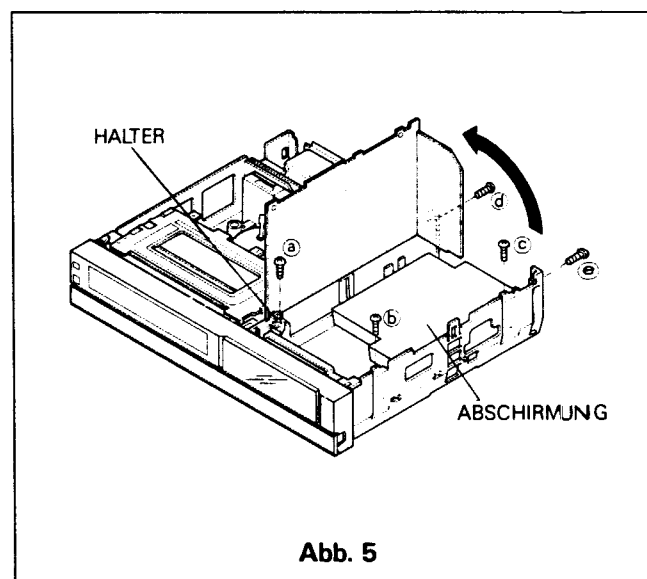

Abb. 5
- Die fünf Schrauben (a ~ e) entfernen. (Siehe Abb. 5)